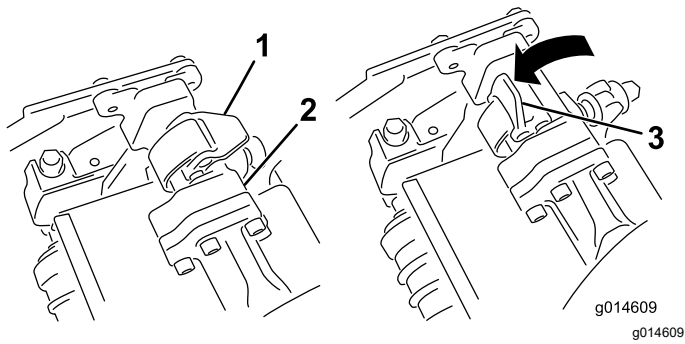
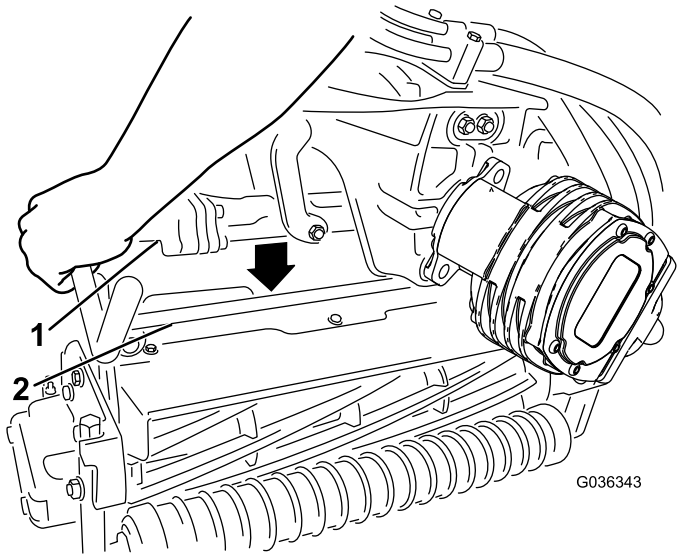

Bild 54
Bild 55
4. Die Riegel an der Aufhängearmstange müssen nach oben zeigen (d. h. offen) (Bild 54); drücken Sie den Aufhängearm dann so nach unten, dass die Stange über die Stange an der Oberseite der Schneideinheit passt (Bild 55).
- Drücken Sie die Riegel nach unten um die Schneideeinheitstange herum und arretieren sie (Bild 54).
5. Öffnen Sie die Riegel an der Aufhängearmstange der Schneideinheit, die Sie entfernen möchten (Bild 54).